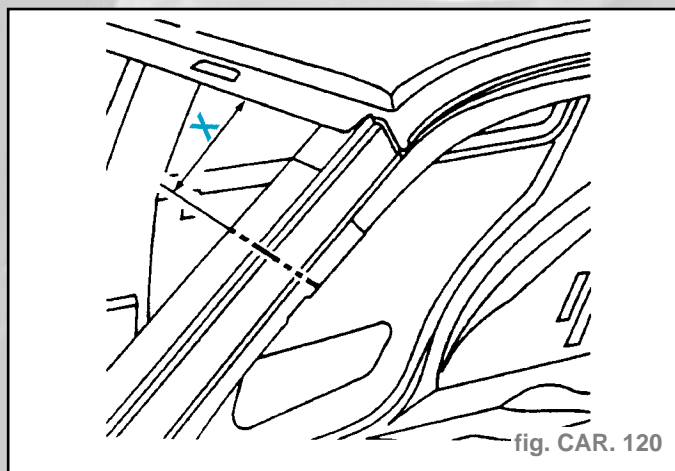

fig. CAR. 120
- Tracer, puis découper à l'aide d'une meule épaisseur **1 mm** (coupe provisoire) (fig. CAR. 120).